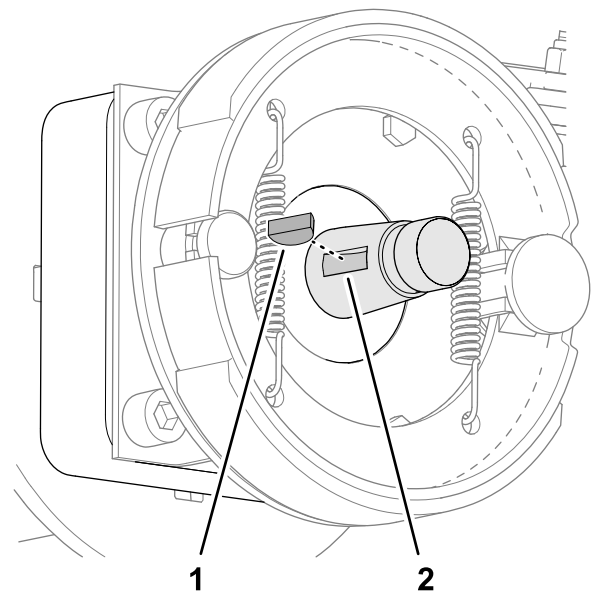

図 71
2. ホイールモータのシャフトに半月キーを取り付ける図71。